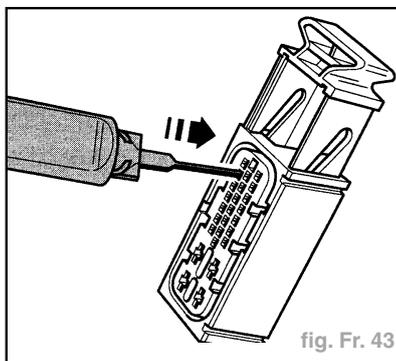

fig. Fr. 43
- Extraire les contacts concernés avec un outil approprié pris dans le set de réparation des faisceaux de câbles (fig. Fr. 43).